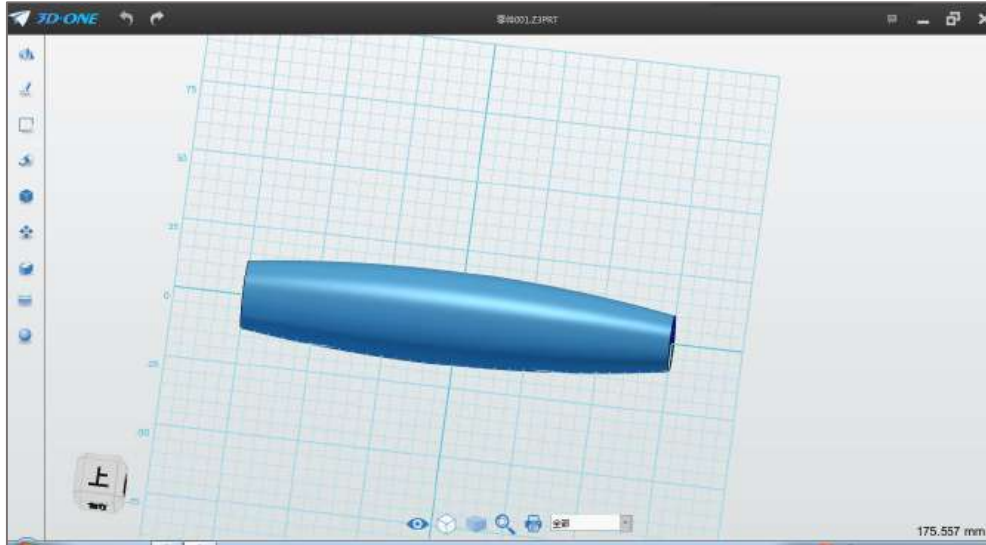

图 1-5
Step 5 点击确定按钮 完成旋转，如下图 1-5 所示：